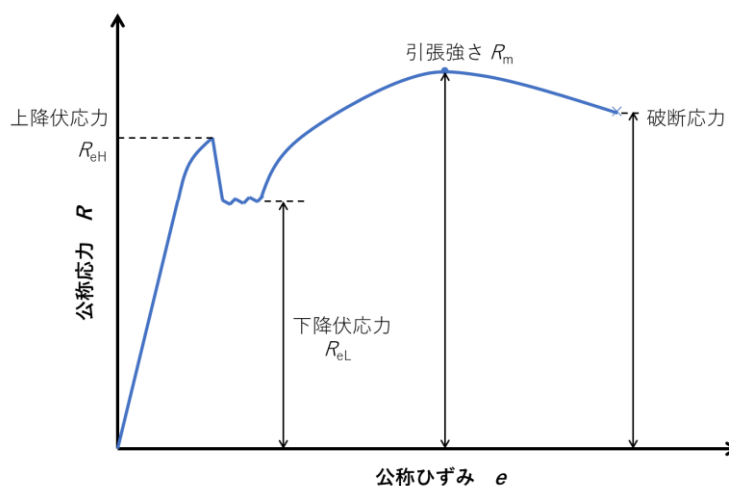

図1 公称引張応力-ひずみ曲線の模式図。
引張強度特性を取り扱う上でよく用いられる用語を公称引張応力-ひずみ曲線の模式図とともに図1に示します。また、各種強度特性は以下のように求めることができます。
- ・ 上降伏応力（上降伏点 R_{eH} ）：最初に試験力の減少が観察されるより前の応力の最大値（図1）
- ・ 下降伏応力（下降伏点 R_{eL} ）：初期の過渡的影響を無視した、塑性降伏する間の応力の最小値。（図1）